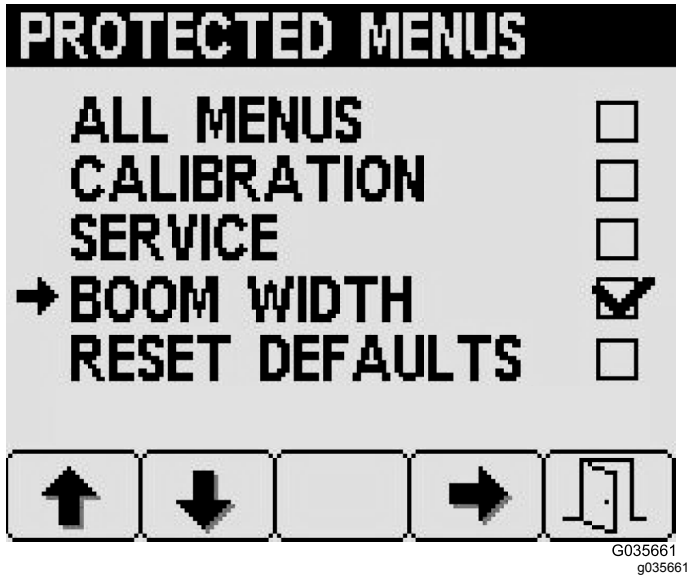

Figura 30
- Prima o botão 4 para selecionar ou anular a seleção de cada item de menu protegido como se mostra na Figura 30.